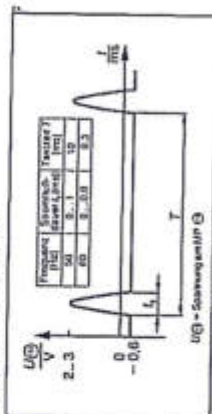

Abb. 10: Grenzwerte zur Vorstromeinrichtung
- Meßpunkt 103 zur Masse (OV) legen
- Die Stromflußdauer muß mit den Angaben in Abb. 10 übereinstimmen; gegebenenfalls an Poti 103 einstellen.